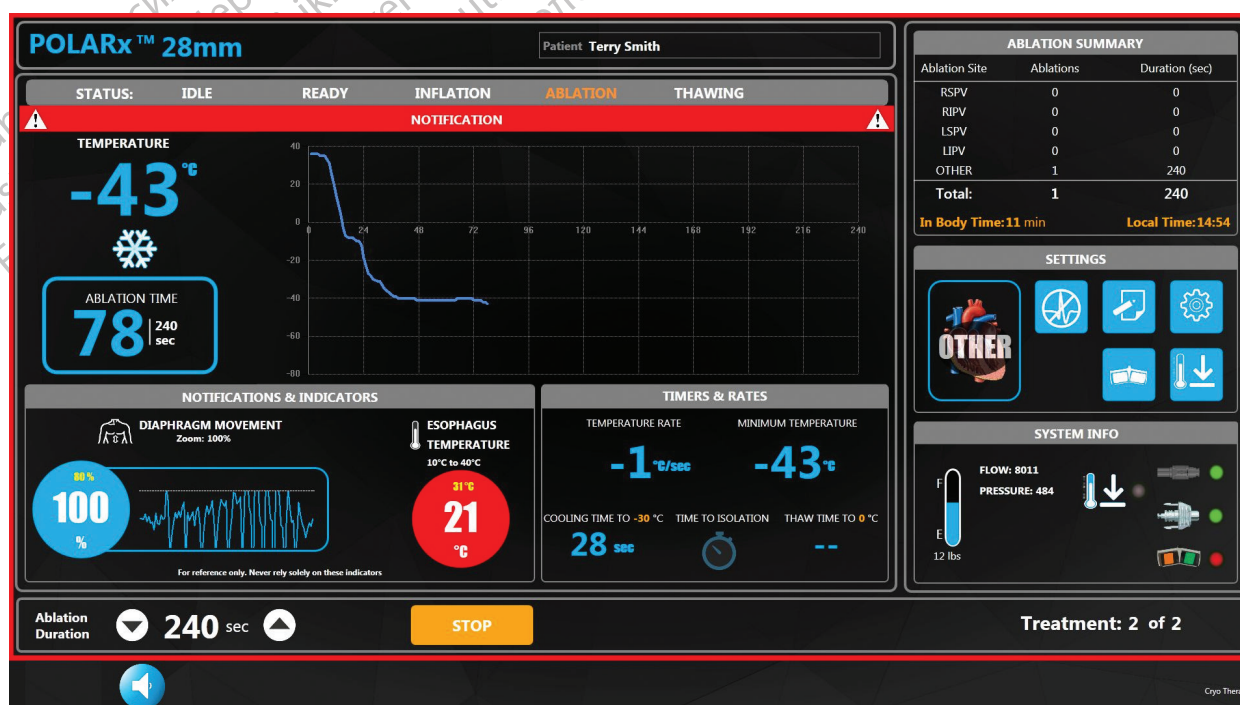

Figura 8. Avviso temperatura esofago
- e. Selezionare il valore numerico accanto a **Esophagus Temperature** (Temperatura dell'esofago). Impostare la Temperatura dell'esofago sulla temperatura desiderata utilizzando le frecce su/giù. Quando la temperatura raggiunge il valore impostato scelto in questo campo, il valore di Esophagus Temperature (Temperatura dell'esofago) nella schermata Therapy (Terapia) diventerà rosso e lampeggerà, un bordo rosso intorno alla schermata lampeggerà e la barra del titolo del grafico Temperature (Temperatura) lampeggerà in rosso con un segnale acustico (Figura 8). L'avviso può essere visualizzato durante le fasi di gonfiaggio, ablazione e scongelamento.
- I dati della temperatura esofagea attuali verranno visualizzati in °C. Se la temperatura raggiunge il valore impostato, la temperatura attuale verrà visualizzata in un cerchio rosso e lampeggerà, un bordo rosso intorno alla schermata lampeggerà e la barra del titolo del grafico Temperature (Temperatura) lampeggerà in rosso con un segnale acustico (Figura 8). L'avviso è presente durante le fasi di gonfiaggio, ablazione e scongelamento.